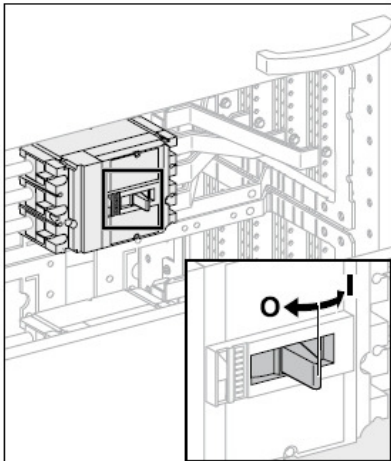

图 1
1、不带操作机构的塑壳断路器，直接上下或左右扳动手柄即可完成分闸和合闸（见图 1）。